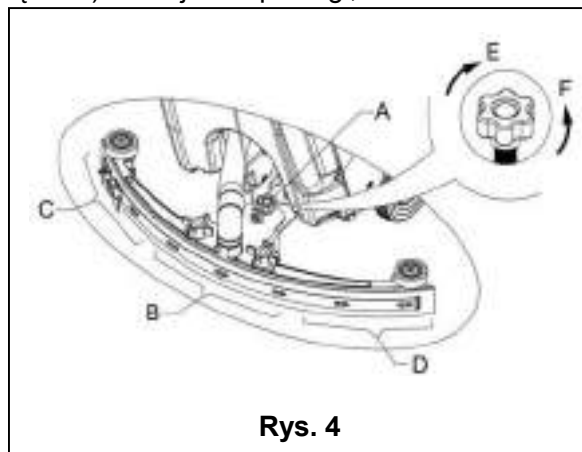

Rys. 3
Zależnie od rodzaju podłogi, jaka ma być czyszczona, do urządzenia montuje się szczotkę (Rys. 3, A) albo uchwyt pada (Rys. 3, B i C).
1. (dotyczy tylko **AS430C** i **AS510C**): Sprawdzić czy, kabel zasilania (9) został rozłączony od źródła zasilania oraz czy włącznik zasilania (38) jest wyłączony (**O**).
2. Nacisnąć uchwyt operatora (2) w celu uniesienia korpusu zbiornika (26).
3. Umieścić szczotkę (A) albo uchwyt płyty (B-C) pod obudową.
4. Użyć uchwytu operatora (2) do obniżenia korpusu zbiornika (26), aby zetknął się ze szczotką lub uchwytem pada.
5. Następnie zamontować szczotkę/uchwyt pada automatycznie, obracając włącznik zasilania (38) na pozycję "I" i naciskając wyłącznik bezpieczeństwa (1). Delikatnie popchnąć urządzenie do przodu, tak by koło pasowe na dole zbiornika wyrównało się ze szczotką lub uchwytem pada, które wtedy można założyć, po czym zwolnić wyłącznik bezpieczeństwa. W razie potrzeby, procedurę powtarzać aż do założenia szczotki/uchwytu pada.
6. Jeśli krok 5 okaże się zbyt trudny, to założyć szczotkę/uchwyt pada ręcznie, zgodnie ze wskazaniem strzałki (D) (zob. **Rys. 3**).
7. Aby zdjąć szczotkę/uchwyt pada automatycznie, trzeba obrócić włącznik zasilania (38) na pozycję "O". Ręką przytrzymać uchwyt operatora i docisnąć urządzenie do podłogi - aż koło naprowadzające dotknie podłogi a szczotka/uchwyt pada zawiśnie w powietrzu. Następnie obrócić włącznik zasilania (38) na pozycję "I" i nacisnąć wyłącznik bezpieczeństwa tak, by szczotka/uchwyt opadła na podłogę.
8. Jeśli krok 7 okaże się zbyt trudny, to wykonać go ręcznie, obracając szczotkę/uchwyt pada w kierunku przeciwnym do normalnego kierunku obrotów, a wtedy będzie je można zdjąć (jak na **Rys. 3**).